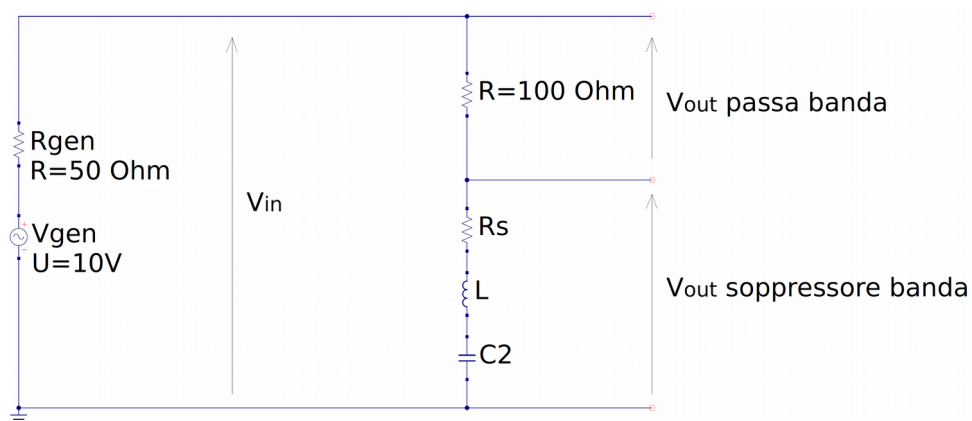

Fig. 3: Circuito risonante con generatore ed induttanza reali
Il circuito risonante presentato in fig. 3 ha caratteristiche di filtro passa banda se si prende come V_{out} la tensione ai capi della resistenza, oppure come filtro soppressore di banda, se la tensione la si prende ai capi della serie LC. Lo scopo dell'esperienza è di ricavare la risposta in frequenza del circuito quando è sollecitato da una tensione sinusoidale in ingresso.
1. Costruire sulla basetta il circuito di fig. 3, usando un'induttanza di qualche mH ed un condensatore con capacità C tale da avere una frequenza di risonanza di qualche kHz.
Attenzione! La tensione in ingresso, V_{in} , è quella ai capi della serie RLC. Nel caso specifico del circuito di fig. 3, siccome il generatore di tensione ha una sua impedenza di uscita ($50\ \Omega$), la tensione V_{in} è originata dal partitore di tensione ai capi della serie RLC, quindi non è approssimabile alla tensione erogata dal generatore. Per convincersene, graficare V_{in} in funzione della frequenza. La serie RLC come si comporta?